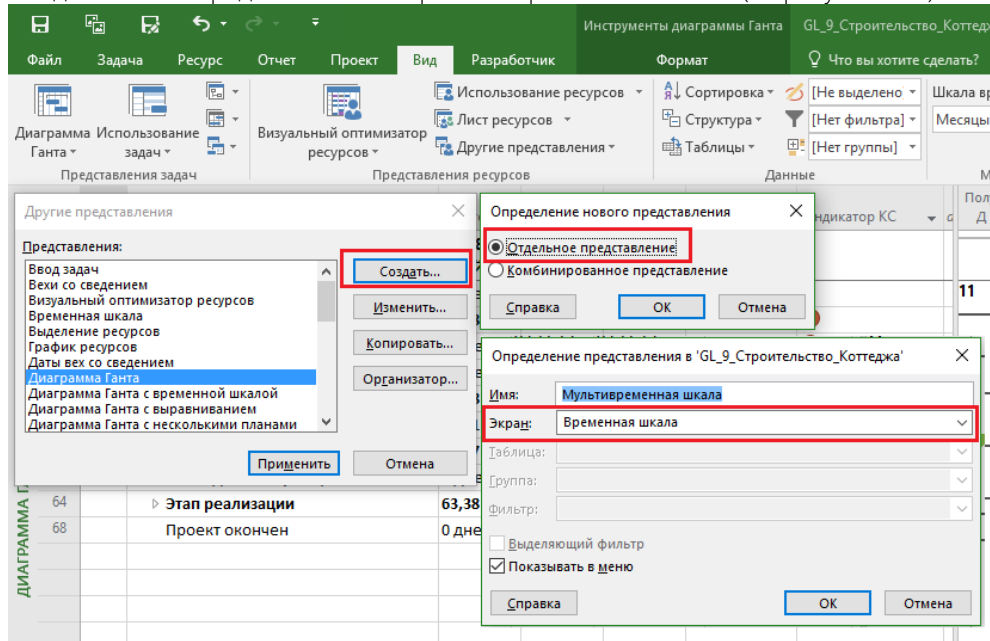

Рисунок 9.13 – Создание представления для временных шкал
1. Создаем новое представление с экраном «Временная шкала» (см.рисунок 9.13).